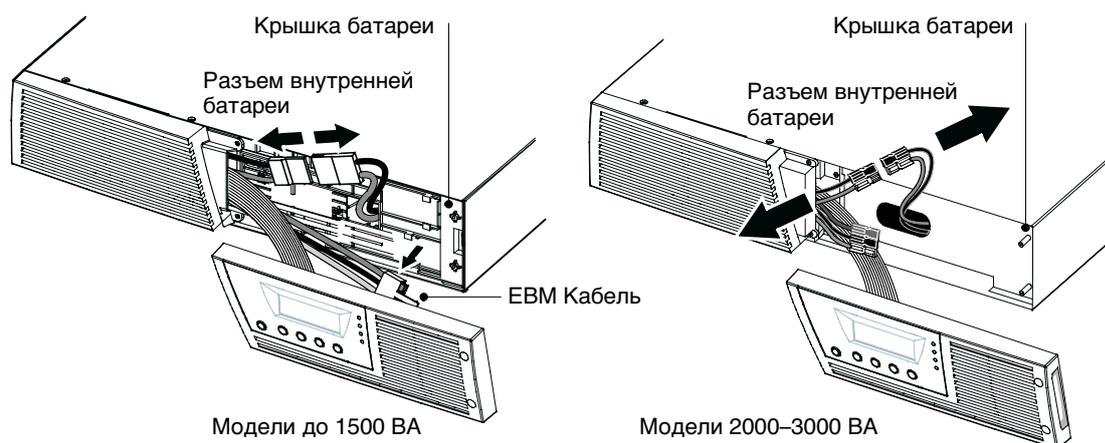
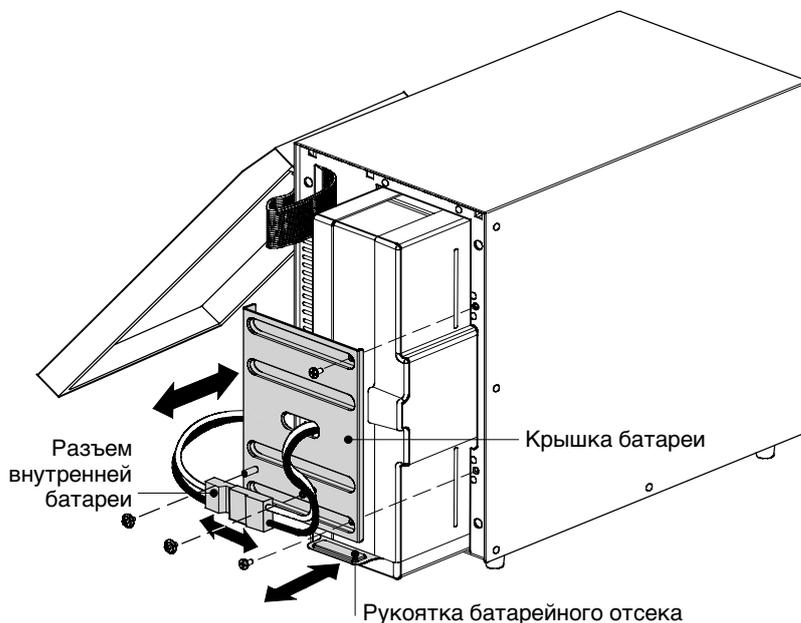

Рисунок 24. Отключение внутренних батарей ИБП (показано без EBM)
Рисунок 26. Замена внутренних батарей ИБП
В том случае, если требуется транспортировка ИБП, убедитесь в том, что ИБП отключен от сети и выключен, а затем отсоедините контакт внутренней батареи ИБП (см. Рисунок 24 на стр. 49 для моделей для монтажа в стойку или Рисунок 26 на стр. 51 для моделей типа башня).
2. Отсоедините разъем внутренней батареи (см. Рисунок 24).
3. **Только для моделей до 1500 ВА.** Если кабель EBM не подключен к EBM, отсоедините EBM кабель и переместите его влево (см. Рисунок 24).
4. Возьмите край крышки батареи и слегка потяните его вперед. Снимите и отложите в сторону крышку батареи. Расположение крышки батареи см. на Рисунок 24.
9. **Только для моделей до 1500 ВА.** Если кабель EBM не подсоединен к EBM, закрепите EBM его в держателе на крышке батареи (см. Рисунок 24).
- Удалите и отложите в сторону два винта, удерживающие разъем внутренней батареи. Отсоедините разъем внутренней батареи. См. Рисунок 26.